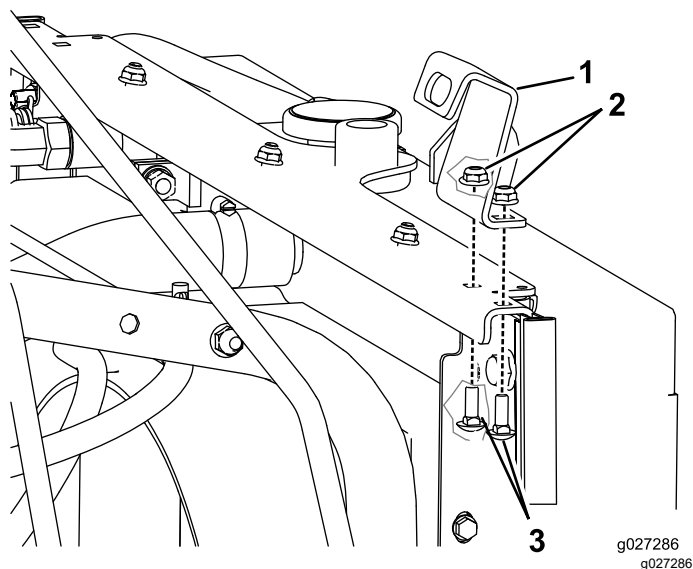

Figura 5
13. Instale el cerradero en el lado izquierdo del bastidor, debajo de la parte trasera del capó (Figura 5).